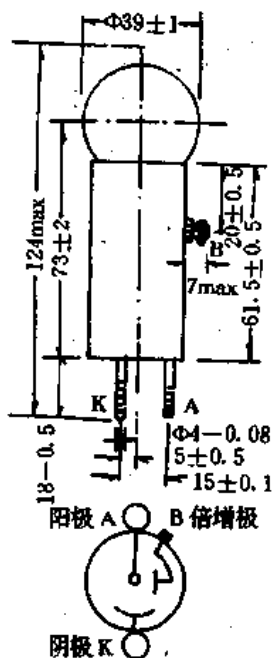

图 33-9
①GDB-1 型光电倍增管外形结构与电极连接图(见图 33-9)